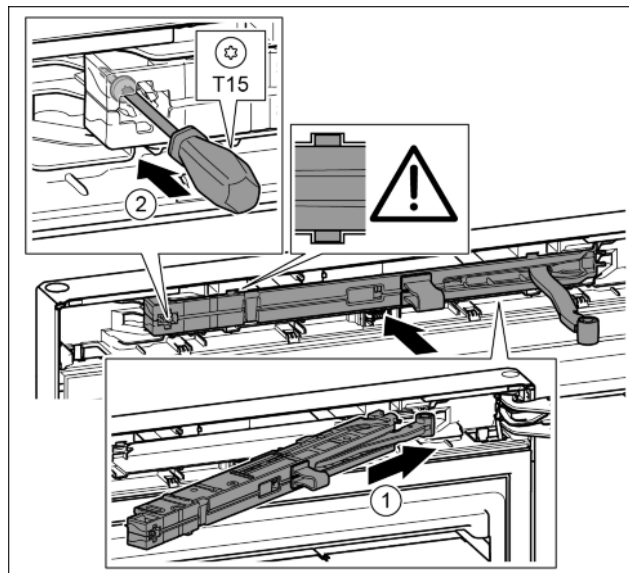

Fig. 23
- ▶ Gurnite jedinicu prigušivača zatvaranja na strani podloška ležaja do graničnika koso u otvor. Fig. 23 (1)
- ▶ Odvijačem T15 čvrsto pritegnite vijak. Fig. 23 (2)